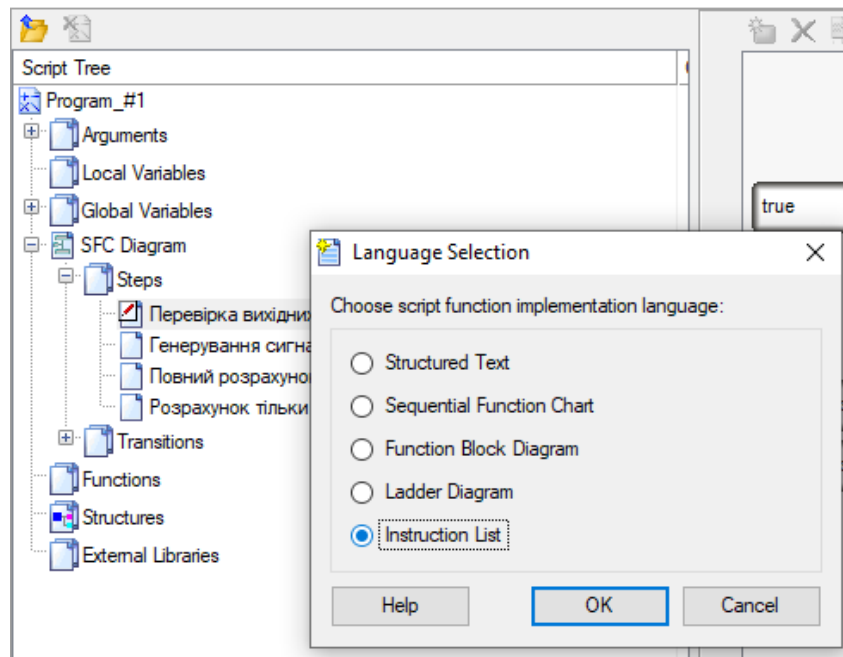

Рисунок 14 – Вибір мови програмування **IL**
а) Реалізація кроку **Перевірка вихідних даних**. У структурі програми спочатку розкрити розділ **SFC Diagram**, а потім розділ **Steps** та виділити рядок **Перевірка вихідних даних**. Серед запропонованих мов вибрати мову програмування **Instruction List (IL)** (рис. 14).
Для реалізації переходу до створеного кроку у структурі програми (рис. 14) розкрити розділ **Transitions** та виділити рядок **true**. Серед запропонованих мов вибрати мову програмування **ST**. У виконавчому блоці програми ввести оператор **true**. Результуюча програма має вигляд, як показано на рис. 18.